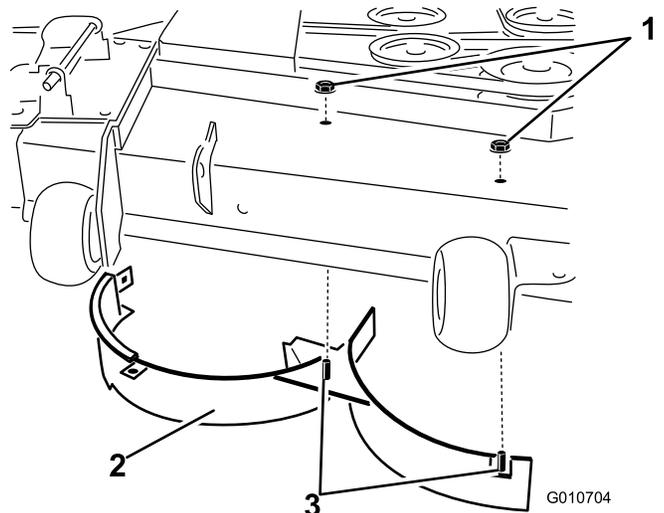

Figure 3
- Montez le déflecteur droit sur le tablier de coupe comme illustré à la Figure 3. Fixez les ergots soudés du déflecteur droit sur le dessus du tablier de coupe, au centre et à droite de centre, à l'aide de deux